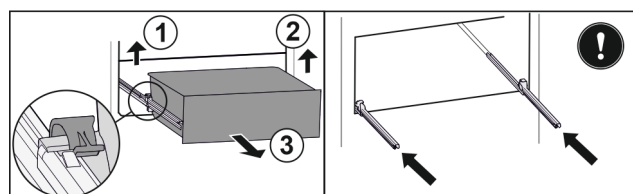

Fig. 34
- ▶ Podnieść lewy zacisk i wysunąć jednocześnie szufladę po lewej do przodu. Fig. 34 (1)
- ▶ Podnieść prawy zacisk i wysunąć jednocześnie szufladę po prawej do przodu. Fig. 34 (2)
- ▶ Wyjąć szufladę do przodu. Fig. 34 (3)